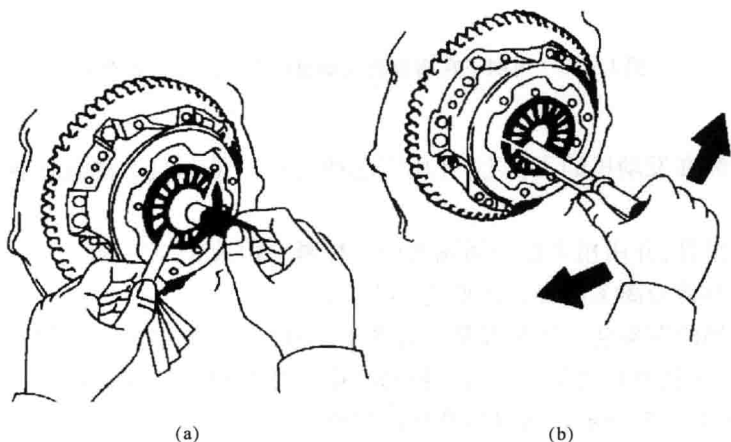

图 1-10 膜片弹簧变形的检查
②膜片弹簧变形的检查。如图 1-10 所示,用维修工具盖住弹簧片的小端,并用塞尺测量每个弹簧片的小端与维修工具的平面的间隙。弹簧片的小端应在同一平面上,且弯曲变形不得超过 0.5 mm。否则,应用维修工具将弯曲变形过大的弹簧片小端撬起来,并进行调整。